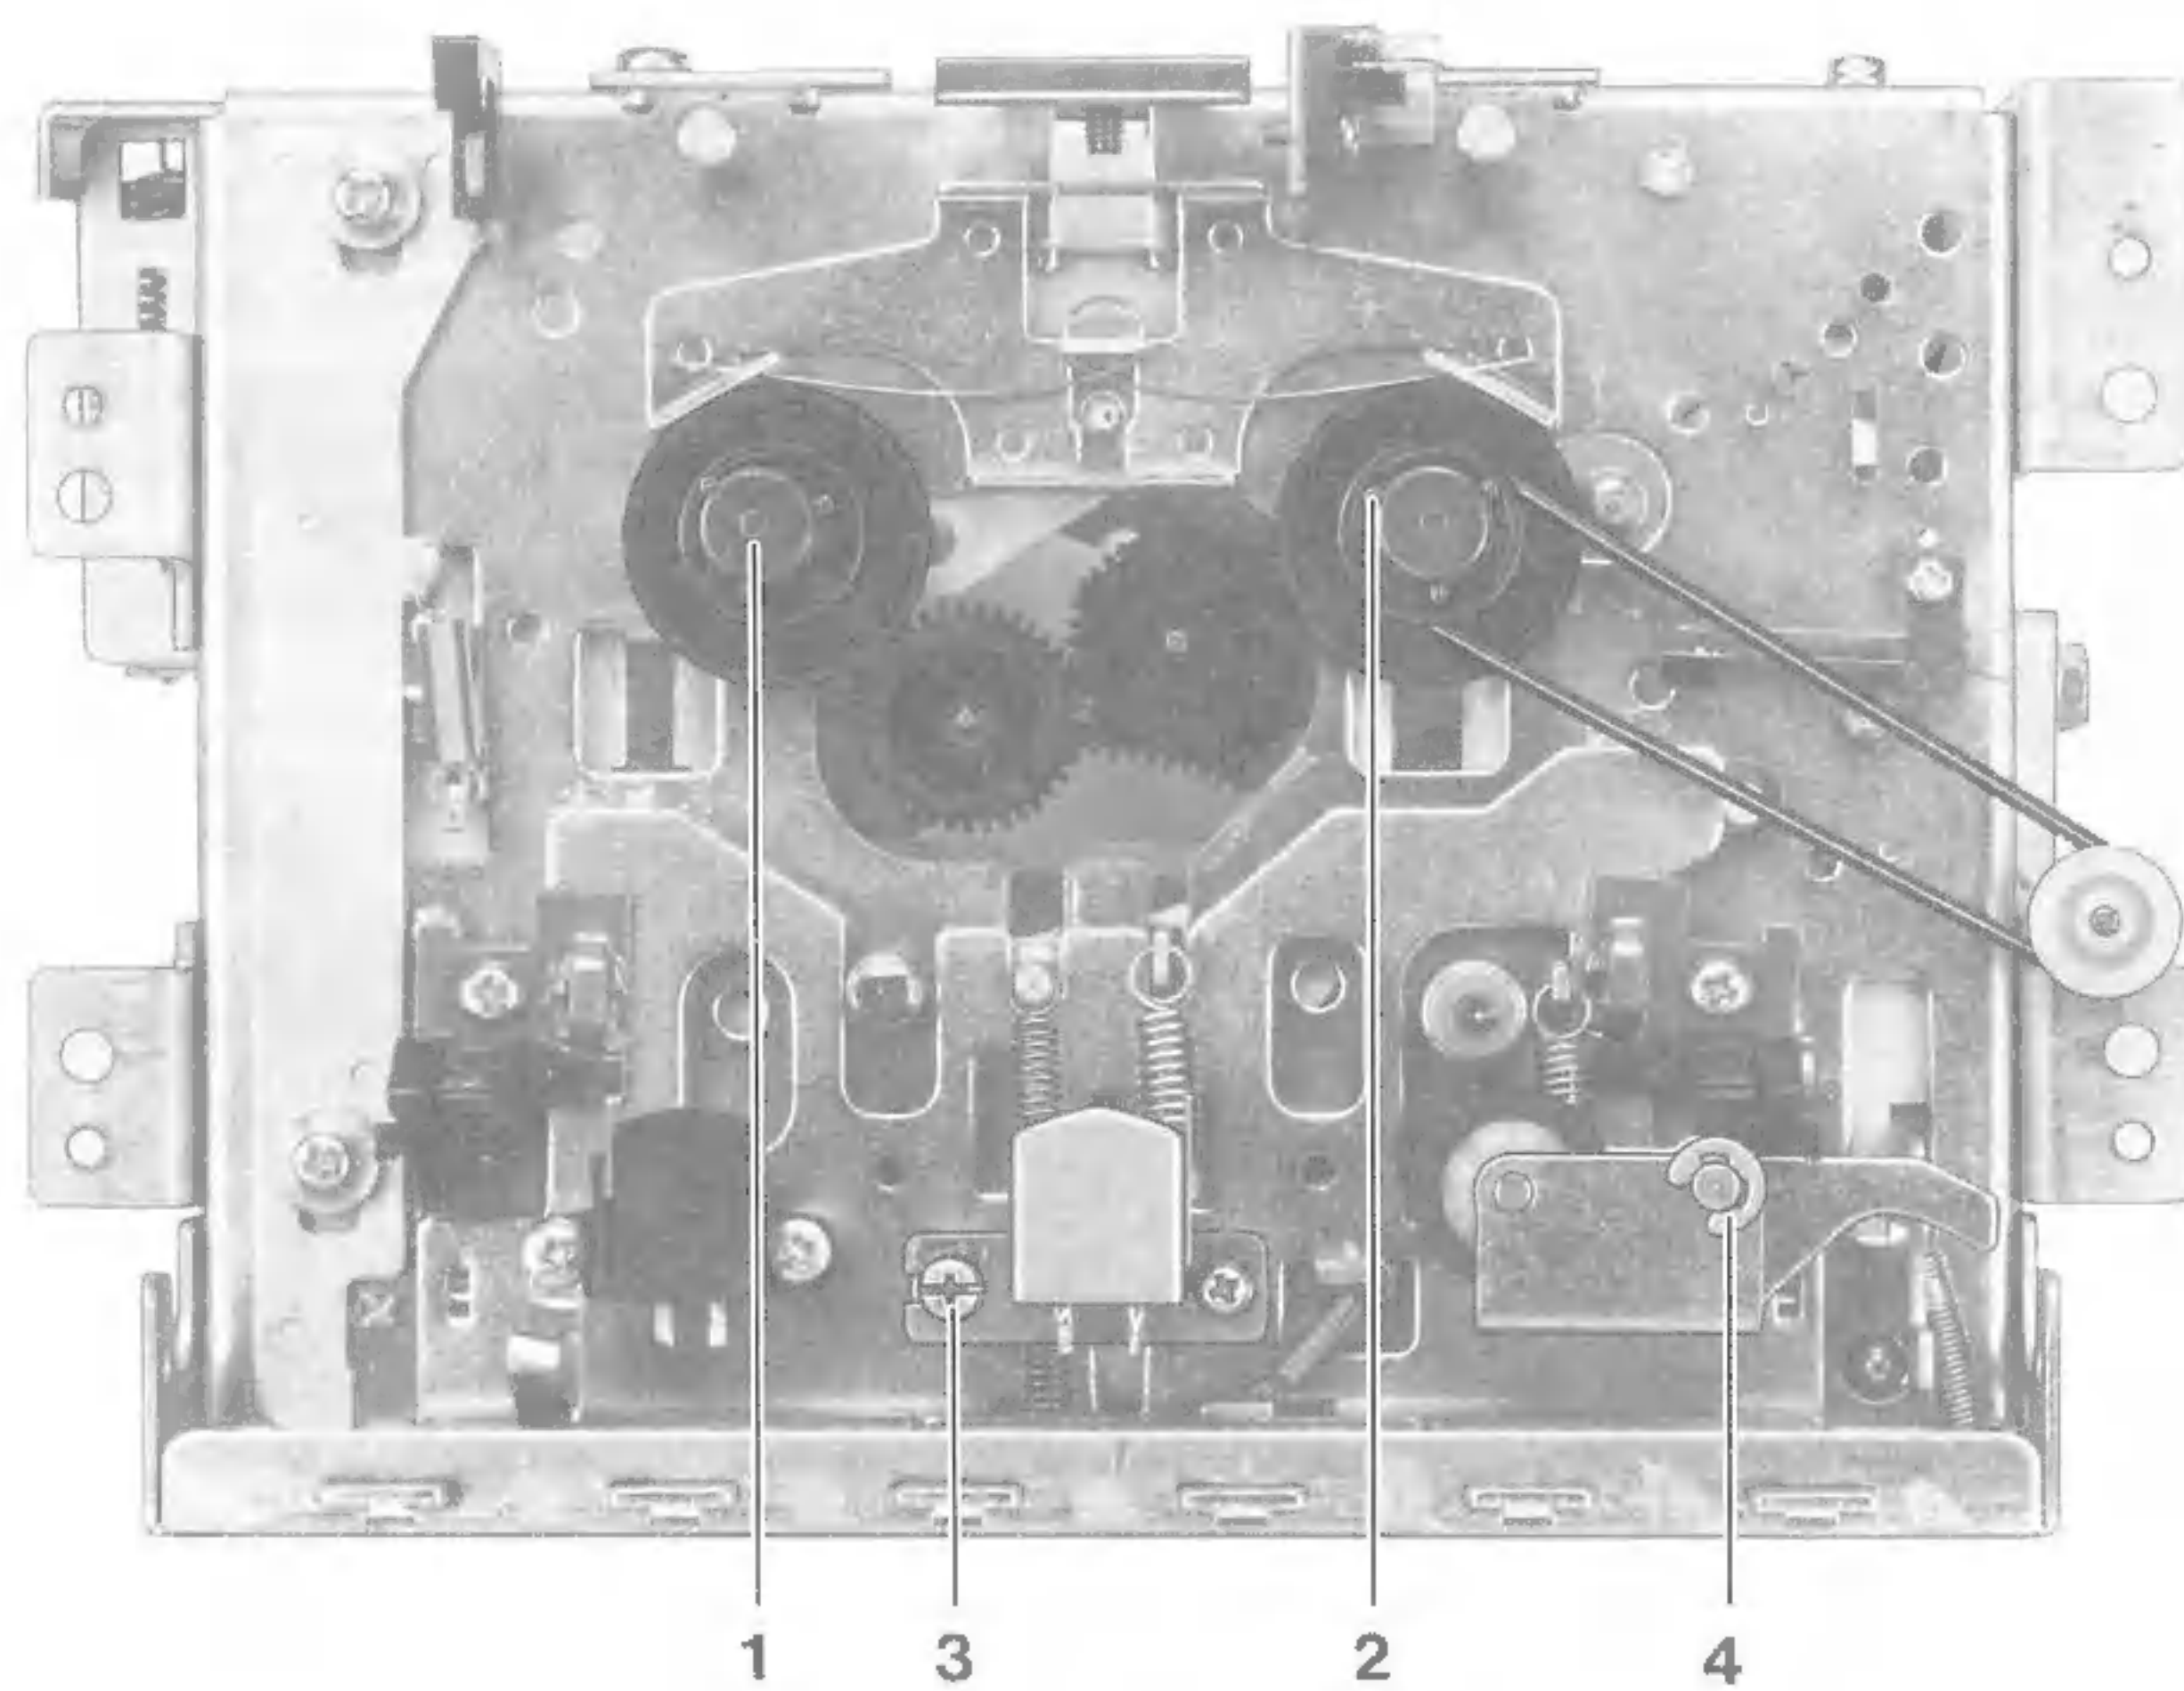

Fig. 5
- Sicherungsscheibe 4, Fig. 5, entfernen und Andruckrolleneinheit abziehen.
- Kunststoffkappen 1, 2, Fig. 5 abhebeln und Wickelteller abziehen.
- Remove retainer washer 4, Fig. 5 and withdraw the rubber pinch roller.
- Disassemble the unit in acc. with item 1 and 2.
- Slowly lift the plastic caps 1, 2, Fig. 5 and withdraw the spindles.
- b) Mit der Justierschraube 3, Fig. 5, die Ausgangspegel beider Kanäle auf Maximum einstellen.
- c) 333 (315) Hz/0 dB – Aufzeichnung abspielen.
- d) Mit den Potentiometern AVR101 (L) bzw. AVR 201 (R) an MP ① (L) bzw. MP ② (R) 580 mV einstellen.
- b) Adjust the output levels of both channels to maximum by means of the adjustment screw 3, Fig. 5.
- c) Playback the 333 (315) Hz/0 dB reference tape.
- d) Adjust 580 mV on MP ① (L) and MP ② (R) by means of potentiometers AVR101 (L) and AVR201 (R).